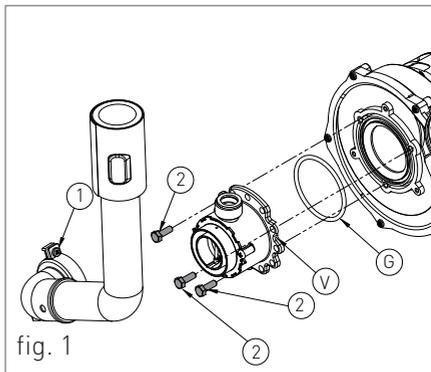

fig. 1
- > afferrare il pannello frontale nella parte inferiore e tirarlo verso se per sganciare i due perni (1 - fig. 1) in basso;
- > rimuovere le viti (2 - fig.1) di fissaggio poste nel bordo inferiore del pannello laterale;
- > afferrare la base del pannello e, dopo averlo spostato lateralmente, estrarlo alzandolo (vedi fig. 1).
- › rimuovere le viti (1 - fig.1) di fissaggio poste nel bordo inferiore del pannello frontale;
- › afferrare il pannello frontale nella parte inferiore e, tirandolo verso se, estrarlo con movimento verso l'alto (vedi fig. 1).
- › rimuovere la vite (2 - fig.1) di fissaggio posta nel bordo frontale del pannello laterale;
- › rimuovere le viti (3 - fig.1) di fissaggio poste nel bordo inferiore del pannello laterale;
- › afferrare la base del pannello e, dopo averlo spostato lateralmente, estrarlo alzandolo (vedi fig. 1).
- > Afferrare contemporaneamente le staffe di supporto del pannello comandi (fig. 1) allargandole e rovesciare il pannello, ruotandolo verso il basso;
- > svitare le quattro viti di fissaggio 1 - fig. 1;
- > ruotare il rubinetto di scarico dell'impianto 'RS' (fig. 1);
- > collegare un tubo flessibile al rubinetto di scarico del boiler 'RB' (fig.1) e collocare l'altra estremità del tubo flessibile ad un adeguato scarico;
- > ruotare il rubinetto di scarico del boiler 'RB' (fig.1);
- > ad operazione terminata, chiudere il rubinetto di scarico del boiler 'RB' (fig.1) e tutti i rubinetti di erogazione precedentemente aperti.
Per verificare lo stato dell'anodo svitare il tappo 'V' (fig.1) posto sulla parte superiore del boiler.
- > allentare le due viti '1' (fig.1) dalla boccola di fissaggio, e rimuovere il tubo di aspirazione aria;
- > svitare le tre viti di fissaggio '2' (fig.1) del venturi 'V' (fig.1) con una chiave da 10, tipo come in figura 2;
- › rimontare i componenti procedendo in senso inverso rispetto alle operazioni di smontaggio assicurandosi che venga rimontata la guarnizione 'G' come in fig.1;